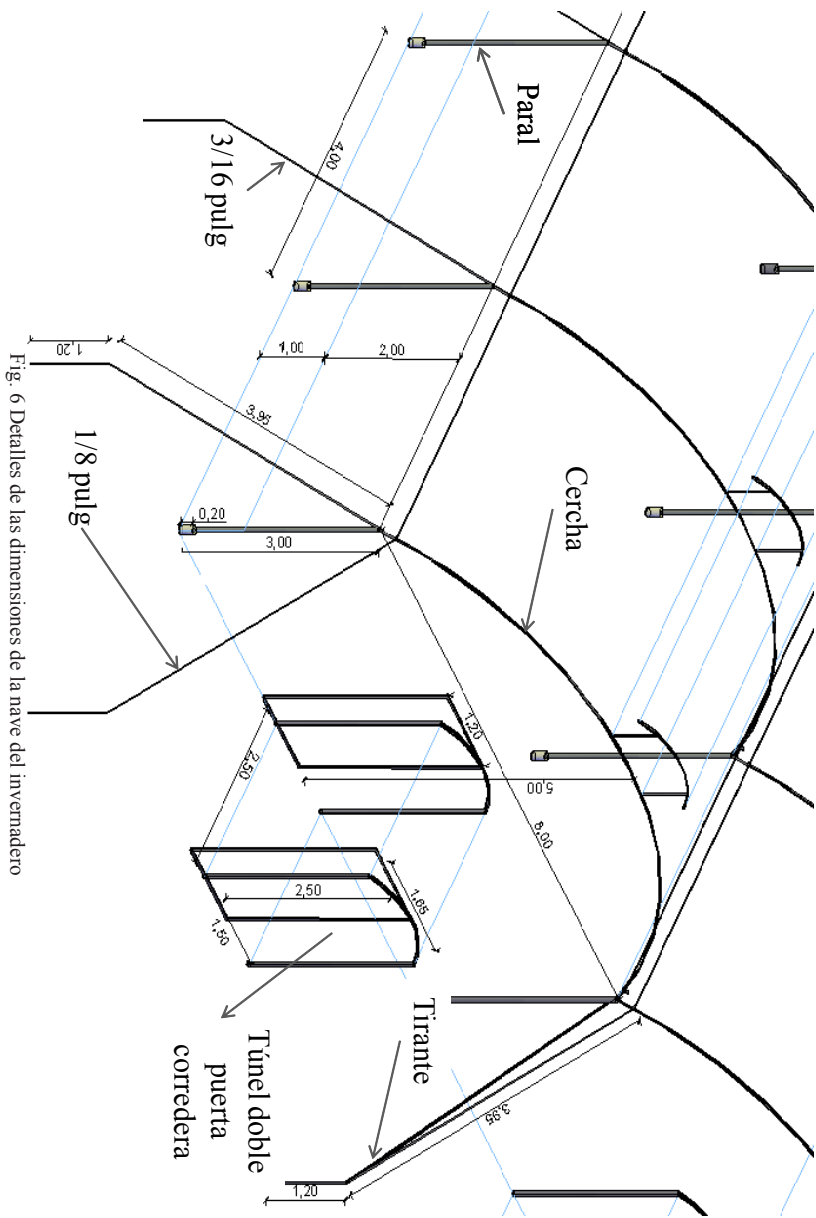

Fig. 6 Detalles de las dimensiones de la nave del invernadero
A.- La distancia entre paral y paral es de 4 m (Fig. 6)
B.- Las cerchas deben amarrarse a una distancia de 8 m entre los parales (Fig. 6)
6.- La altura mínima del invernadero es de 3 m del piso a la punta del paral y 5 m a la punta de la cercha (Fig. 6), esta medidas son recomendadas para zonas sobre los 2000 m.s.n.m. Para zonas por debajo de esta altitud, se recomienda una altura de 4 m del piso a la punta del paral y 6 m a la punta de la cercha.
7.- Los parales y las cerchas van unidos por guayas aceradas y galvanizadas de 1/8 pulg y de 3/16 pulg (Fig. 6)